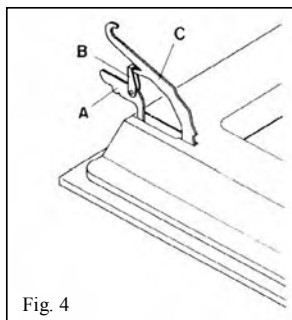

Fig. 4
- cerniere con cavallotti mobili (fig. 4)